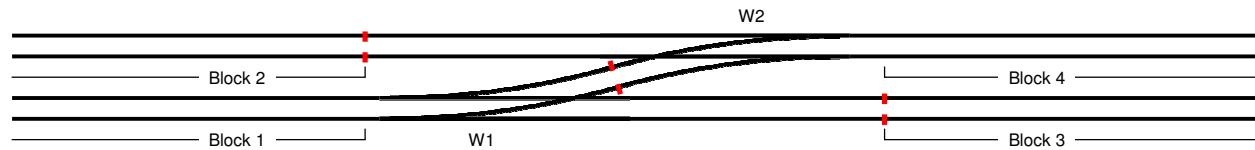

Abb. 2: Weichen mit einem benachbarten Block verbinden
1. Wenn Sie mit „vollständiger Erkennung“ fahren, dh wenn alle Radsätze Strom verbrauchen, kann Ihre Software, sofern sie dies unterstützt, „sehen“, in welchem Block und in welchem Abschnitt etwas vorhanden ist. Zum Beispiel kann Ihre Software „sehen“, dass eine Weichenstraße völlig frei ist, bevor sie für einen neuen Zug reserviert wird. In diesem Fall ist es wichtig, dass in der Praxis tatsächlich „völlig frei“ der Fall ist und nicht, dass noch ein Zug über die Weiche steckt. Halten Sie daher immer einen gewissen Abstand zwischen der Blocktrennung und dem benachbarten Weichen ein, wie auch in Abb. 2 zu sehen ist. Auch wenn Sie nicht mit vollständiger Erkennung fahren oder wenn Ihre Software dies nicht unterstützt, ist es hilfreich, die obige Regel zu befolgen. Was noch nicht der Fall ist, kann noch kommen. Das Anpassen von Wünschen in Software ist normalerweise recht einfach. Das spätere Ändern Ihres Tracks kann sehr viel schwieriger sein